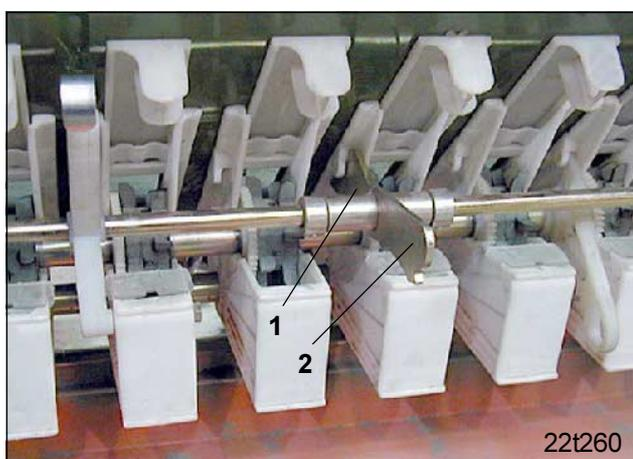

Fig. 1.13
- ist die Axialsicherung (Fig. 1.13/1) so zu drehen, dass sich der kurze Arm in der Aussparung des Sägehäuses abstützt.
Wird die Sämaschine wieder auf Normalsäräder zurückgerüstet, drehen Sie die Axialsicherung um und stecken Sie den langen Arm (Fig. 1.13/2) in die Aussparung des Sägehäuses.